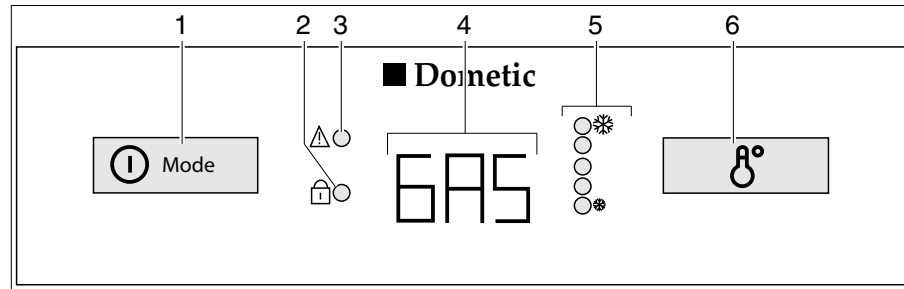

Fig. 334 Elementi di comando per il frigorifero (serie Dometic 8 con AES)
In caso di guasti il relativo indicatore LED "⚠" (Fig. 334,3) lampeggia.
Se l'alimentazione a 230 V **non** è allacciata e il motore del veicolo è **spento**, il sistema AES seleziona il rifornimento di gas. Selezionando il funzionamento a gas, il dispositivo di sicurezza si apre automaticamente, così che il gas possa fluire al bruciatore. Contemporaneamente si inserisce l'accenditore elettronico. Se la fiamma del gas si spegne, p. es. a causa di un colpo di vento, l'accenditore viene subito azionato riaccendendo il gas. In caso di guasti nel funzionamento a gas, nell'indicazione di funzionamento (Fig. 334,4) lampeggia la scritta "GAS".
Dopo l'accensione il frigorifero seleziona automaticamente la regolazione intermedia del termostato. Questa impostazione può essere modificata manualmente con l'interruttore per la regolazione della temperatura (Fig. 334,6). Gli indicatori LED (Fig. 334,5) visualizzano la temperatura selezionata sul termostato. Con l'interruttore viene regolata la temperatura di refrigerazione per tutti i tre tipi di energia. Ci vogliono alcune ore prima che il frigorifero raggiunga la temperatura normale di esercizio. Cambiando la modalità di funzionamento la regolazione del termostato non viene modificata. La temperatura di refrigerazione è indipendente dal tipo di energia utilizzata.
- Premere l'inseritore/selettore di energia (Fig. 334,1) per 2 secondi, per accendere l'apparecchio. L'ultima modalità di funzionamento prescelta viene visualizzata nell'indicazione di funzionamento (Fig. 334,4).
- Con l'inseritore/selettore di energia (Fig. 334,1) selezionare il tipo di energia.
- Regolare la temperatura di refrigerazione sull'interruttore per la regolazione della temperatura (Fig. 334,6). Gli indicatori LED (Fig. 334,5) visualizzano la regolazione del termostato prescelta.
- Premere l'inseritore/selettore di energia (Fig. 334,1) per 2 secondi. Cancellare tutte le indicazioni.